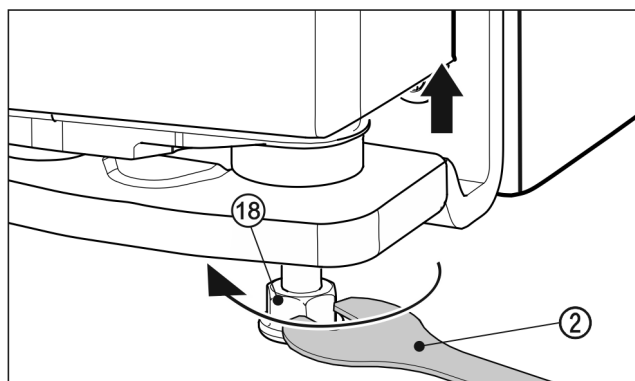

Fig. 26
- ▶ Pour soulever la porte, dévisser le pied réglable Fig. 26 (18) avec la clé à molette Fig. 26 (2) fournie en le tournant dans le sens des aiguilles d'une montre jusqu'à ce qu'il touche le sol. Continuer ensuite à tourner jusqu'à ce que la porte soit réglée en hauteur. À la livraison, le support de palier est vissé à fond.